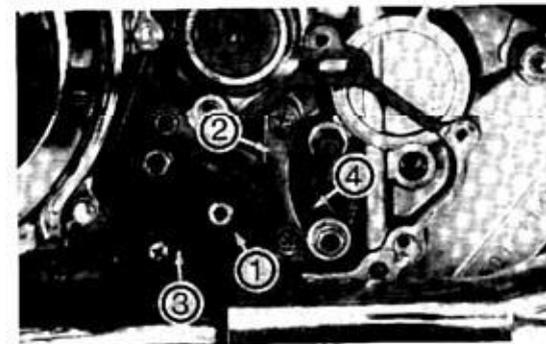

Bild 95
- Schaltnockensperrplatte entfernen. Anschlag- und Führungsbleche abnehmen (Kreuzschlitzschrauben mit Schlagschrauber lösen; Bild 95).
- Schaltwalzenarretierung (④ Bild 95; Leerlaufanschlag) und Zwischenscheibe montieren (flüssige Schraubensicherung begeben (Bild 98). Nach Anziehen des Druckbolzens freie Beweg-